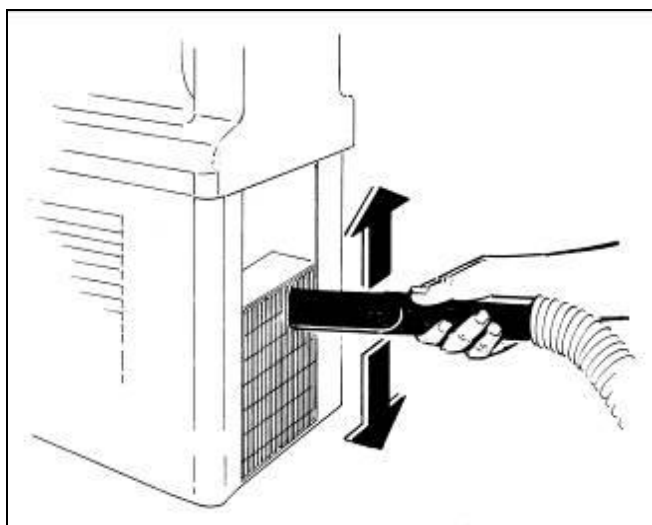

Fig. 28
- Éliminer la poussière infiltrée entre les lamelles du condenseur avec un aspirateur (fig.28).